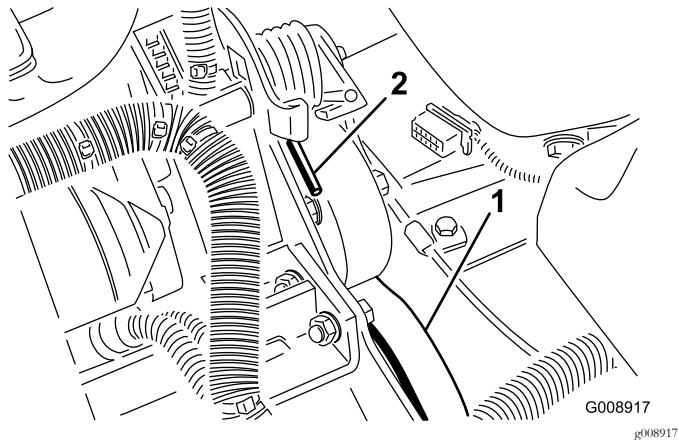

Bild 72
2. Drücken Sie das Ende der Feder (Bild 72) ab- und vorwärts, um die Feder aus dem Bügel auszuhaken und die Feder zu entspannen.